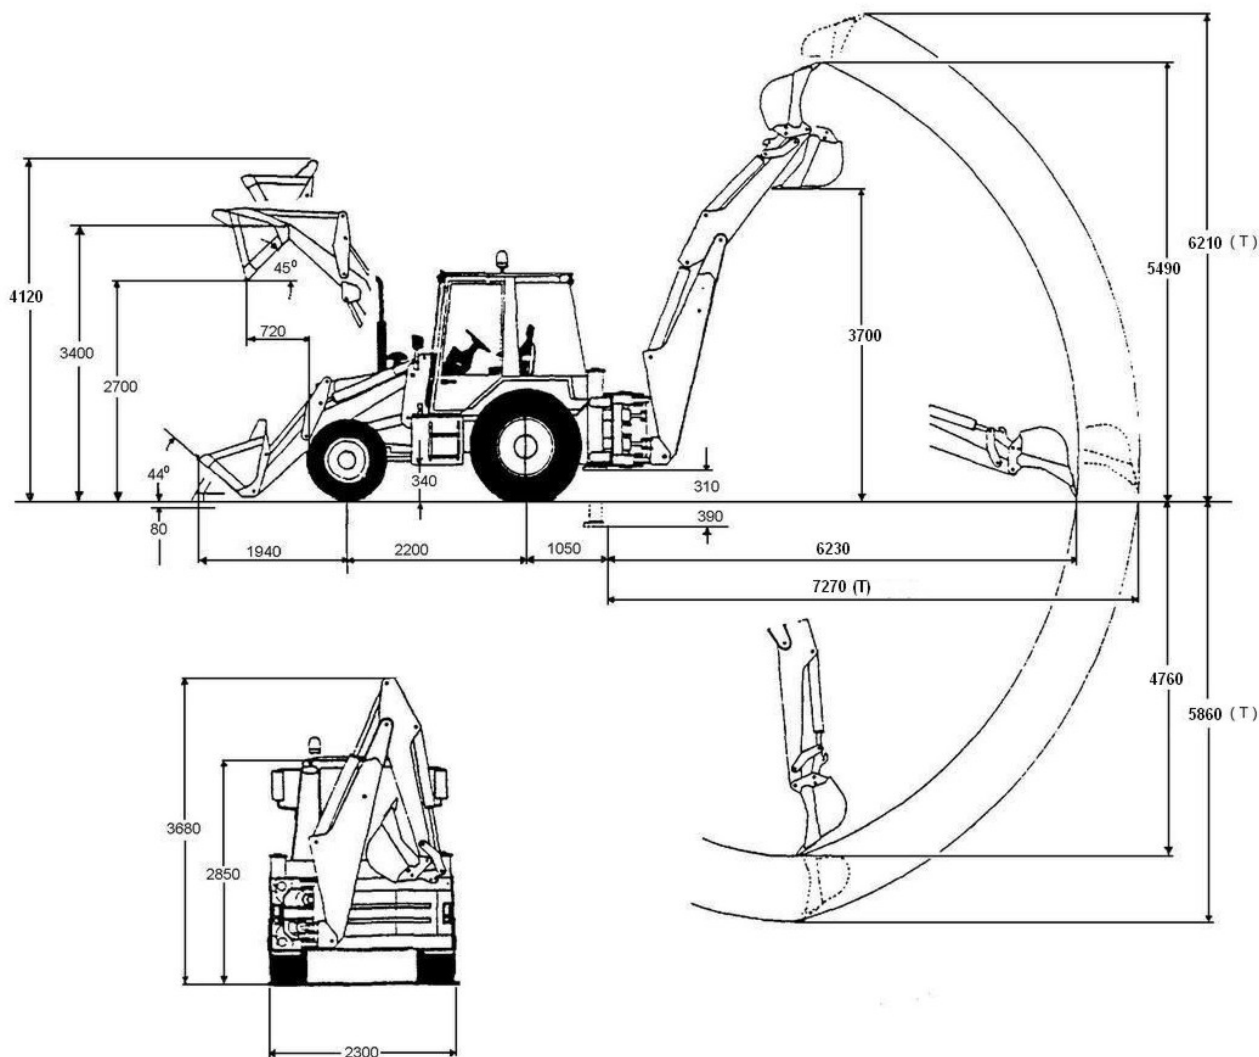

Рис. 6.1. Основные размеры экскаватора-погрузчика 9.50М
6.3.1. ОСНОВНЫЕ ТЕХНИЧЕСКИЕ ПАРАМЕТРЫ ЭКСКАВАТОРА-ПОГРУЗЧИКА 9.50М (Рис. 6.1.)
6.3.2. ОСНОВНЫЕ ТЕХНИЧЕСКИЕ ПАРАМЕТРЫ ПОГРУЗОЧНОГО ОБОРУДОВАНИЯ (Рис. 6.1.)
6.3.3. ОСНОВНЫЕ ТЕХНИЧЕСКИЕ ПАРАМЕТРЫ ЭКСКАВАТОРНОГО ОБОРУДОВАНИЯ (Рис. 6.1.)